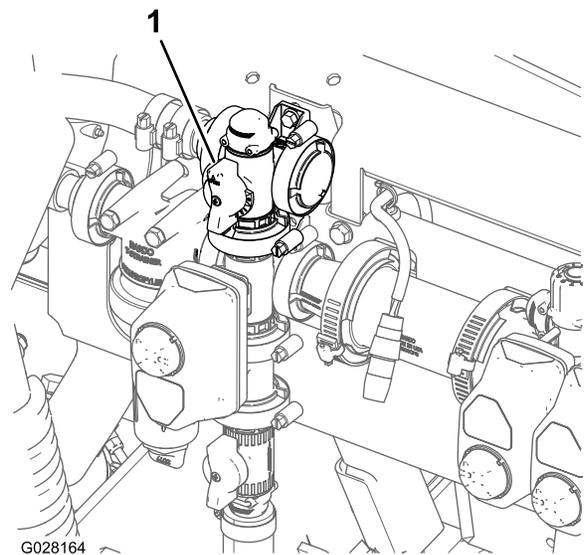

Figura 32
9. Ajuste la válvula de desvío de agitación (Figura 32), situada en la parte trasera de la válvula de agitación, hasta que la presión del sistema de fumigación indicada en el manómetro sea de 689 kPa (100 psi).